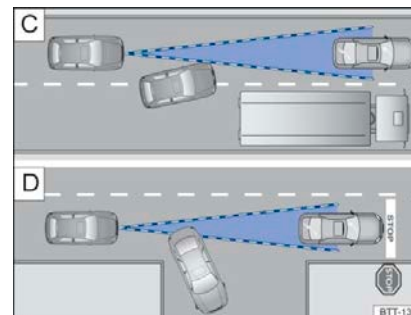

Рисунок 92 С Автомобили перестраиваются; Д Поворачивающиеся и неподвижные автомобили
Если ACC обнаруживает, что автомобиль поворачивает или съезжает со своей полосы движения, а перед ним находится неподвижный автомобиль, ACC может не распознать этот неподвижный автомобиль → рис. 92 Д.
- Автомобиль перестраивается со смежной полосы перед автомобилем на свою полосу → рис. 92 С.